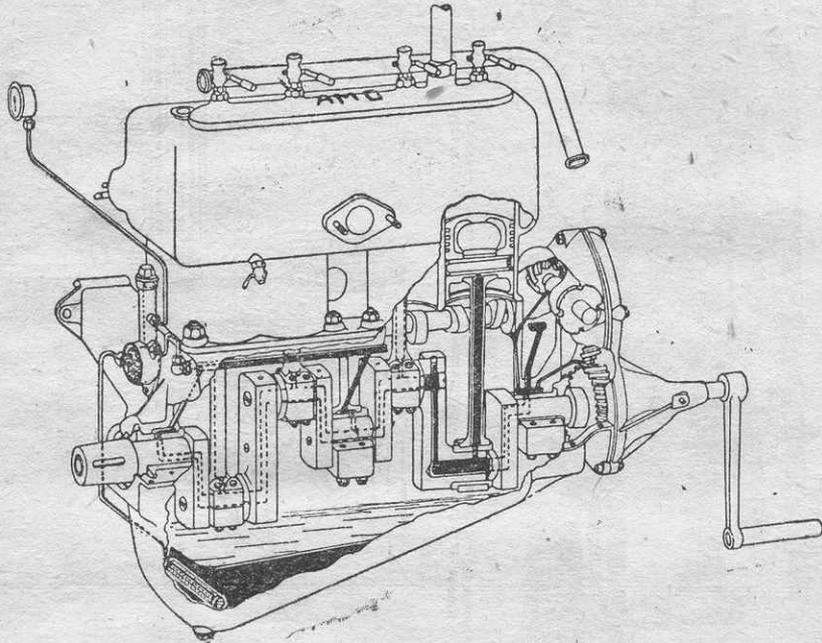
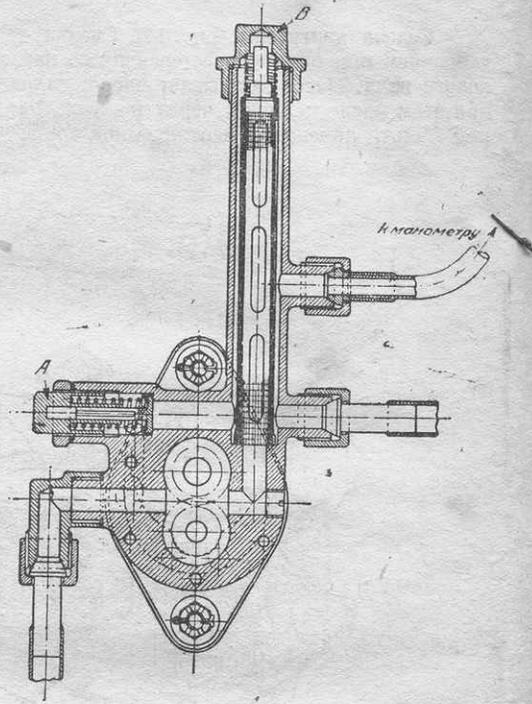

Рис. 14. Система смазки двигателя.
Рис. 15. Насос для масла.
**Смазка двигателя (рис. 14).** Смазка частей двигателя Ф-15 производится под давлением при помощи шестеренчатого насоса, помещенного на продолжении кулачкового вала. Насос засасывает масло, находящееся в задней части нижнего картера; при этом масло проходит через два фильтра: до попадания в насос и после него. Второй фильтр помещен в вертикальной трубе насоса (рис. 15). Наконечник масла проходит
мимо редукционного клапана и поступает в магистраль. Редукционный клапан удерживает давление масла на определенном уровне и отводит излишек масла в картер. Величину давления масла можно регулировать натяжением пружины А редукционного клапана (рис. 15).